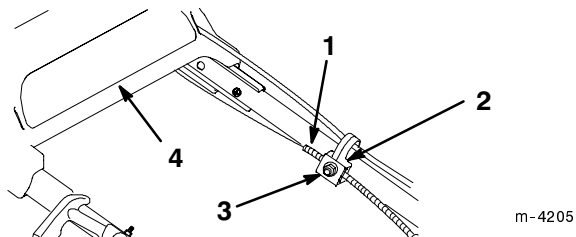

Figure 23
2. Desserrer l'écrou du support de câble (Fig. 23).
5. Maintenir toujours le support de traction enfoncé, et tirer la gaine de câble vers le bas (vers la tondeuse) jusqu'à ce que le mancheron supérieur se soit rétracté le plus loin possible, et qu'il n'y ait plus de mou dans le câble (Fig. 23).
7. Resserrer l'écrou du support de câble (Fig. 23).